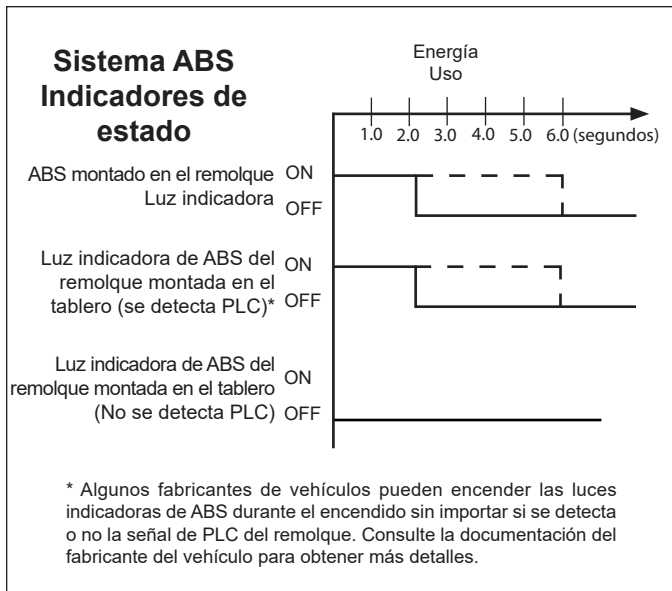

Figura 9: secuencia de encendido de la lámpara ABS del remolque
En el encendido, sin códigos de diagnóstico de fallas (DTC) activos, la luz indicadora del ABS del remolque se iluminará durante de dos (2) a seis (6) segundos aproximadamente como un control de la bombilla y luego se apagará. Consulte la figura 9.